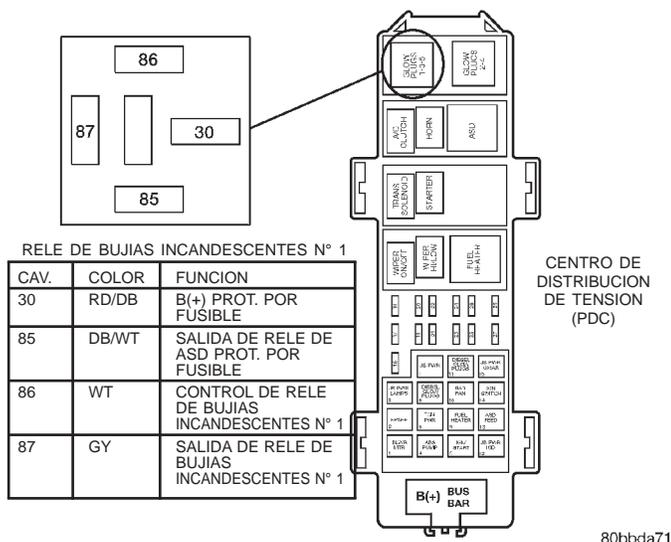
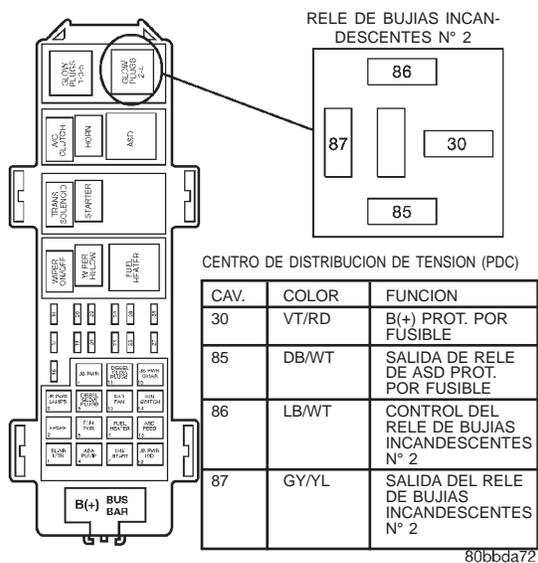

Fig. 10 Localización del relé de bujías incandescentes n° 1
Fig. 11 Localización del relé de bujías incandescentes n° 2
(7) Asegúrese de que las conexiones eléctricas del relé de bujías incandescentes estén apretadas y sin corrosión. El relé de bujías incandescentes se encuentra en el compartimiento del motor, sobre la parte interna del guardabarros del lado izquierdo (Fig. 10), (Fig. 11).
(8) Inspeccione que las conexiones del motor de arranque y del solenoide de arranque estén apretadas y libres de corrosión.
(9) Verifique que el conector eléctrico de la bomba de inyección de combustible esté firmemente conectado. Verifique que no exista corrosión o cables dañados en el conector.
(10) Verifique que el conector eléctrico del calefactor de combustible esté firmemente conectado al reci-